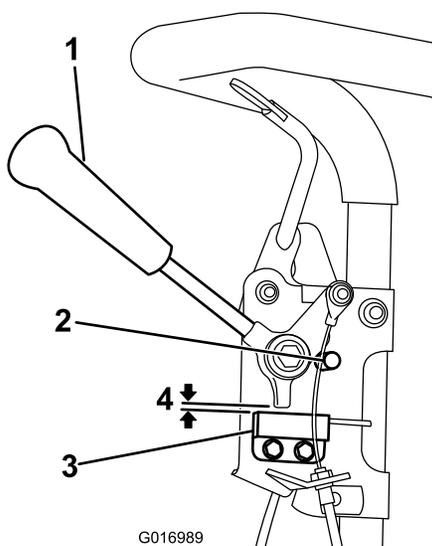

Рисунок 30
1. Убедитесь в том, что двигатель заглушен, а рычаг тяги отключен и опирается на упор нейтрали. (Рисунок 30).
2. Выверните крепежные детали блокировочного выключателя (Рисунок 30).
3. Поставьте регулировочную прокладку толщиной 0,032" между рычагом тяги и блокировочным выключателем (Рисунок 30).